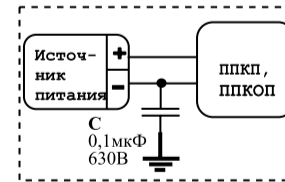

Рисунок 3
**ВНИМАНИЕ!!! В ЦЕЛЯХ ПОВЫШЕНИЯ ПОМЕХОУСТОЙЧИВОСТИ СИСТЕМЫ ПОЖАРНО-ОХРАННОЙ СИГНАЛИЗАЦИИ МИНУСОВОЙ ПРОВОД ИСТОЧНИКА ПИТАНИЯ ППКП (ППКОП) РЕКОМЕНДУЕТСЯ ЗАЗЕМЛЯТЬ ЧЕРЕЗ НЕПОЛЯРНЫЙ КОНДЕНСАТОР ЕМКОСТЬЮ 0,1-0,47 МКФ  $\times$  400 В (ИЛИ БОЛЕЕ). НАПРИМЕР: К73-17, 0,1 МКФ, 630 В (см. рисунок 3).**